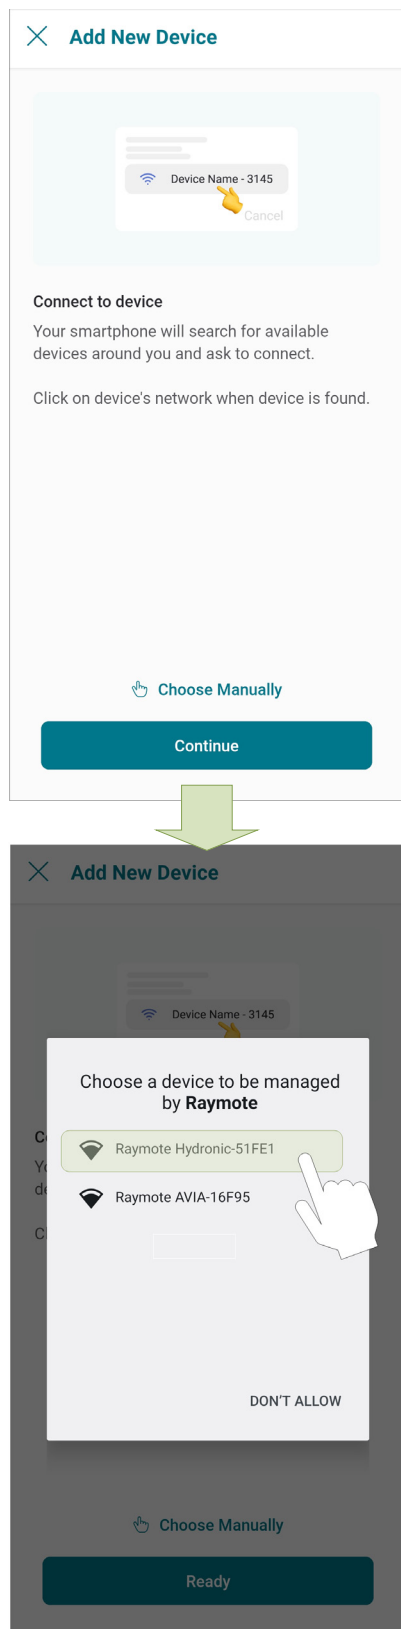

Figure 83. Connecter un téléphone Android
3. **Sous Android:** selon l'état de votre configuration actuelle, un ou plusieurs appareils s'affichent sur l'écran de l'appli. Sélectionnez le réseau sans fil auquel vous souhaitez l'associer, comme illustré à la **Figure 83**.